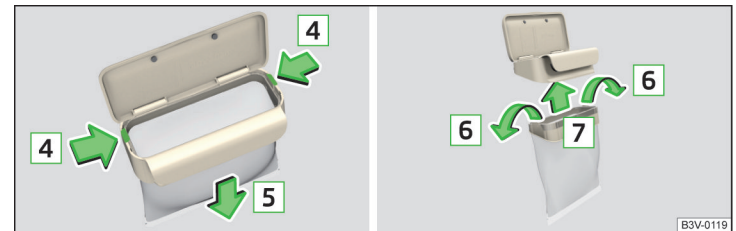

Abb. 95 Beutel ersetzen
- › Die beiden Rastnasen am Rahmen in Pfeilrichtung **[4]** » Abb. 95 abdrücken.